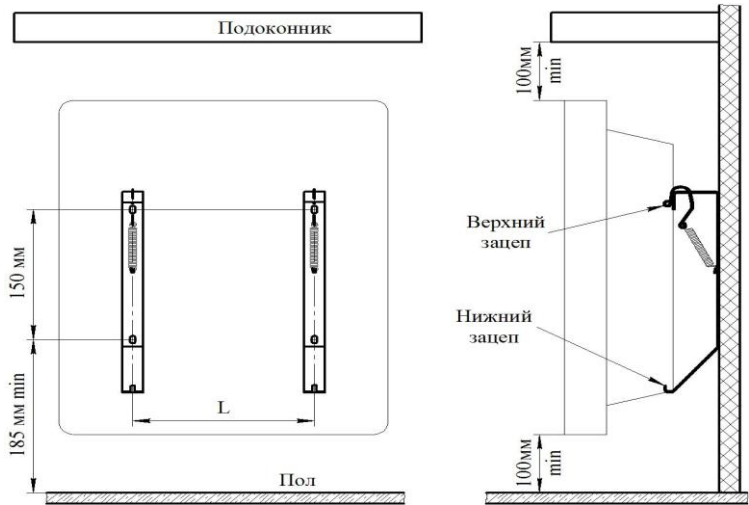

Рис.2
- выполнить на стене разметку под крепёжные отверстия, руководствуясь Рис.2 и Таб.2;
- закрепить кронштейны настенного крепления по координатам, указанным на Рис.2, таким образом, чтобы выдержать минимальные расстояния от прибора: до пола - 10 см., до окружающих предметов - по бокам 15 см., над конвектором - 50 см.